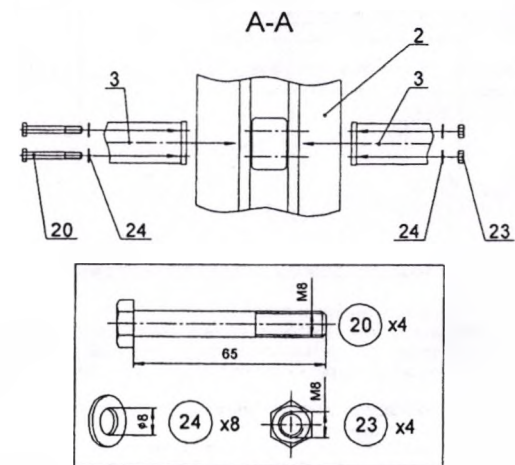

Рис.6
10.3.3.1 На стойку поз.2 установить и закрепить ручки поз.10 (рис.6, 7)